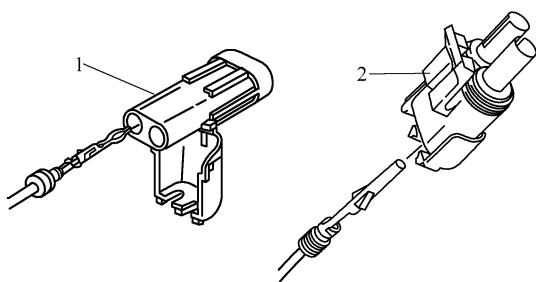

图 5-20 2 针插座与插头
⑪ 在许多老式发动机上使用 2 针插头, 而且只能提供对 SAE J1587/J1708 的支持(不提供蓄电池电压)。2 针插头引线的用处见表 5-5。2 针插座与插头如图 5-20 所示。